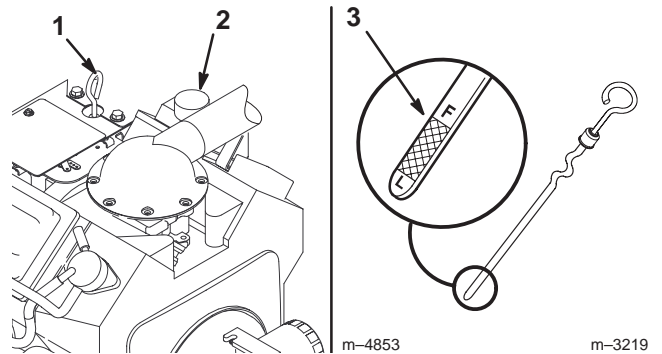

Figure 56
2. Nettoyez la surface autour de la jauge d'huile (Fig. 56) pour éviter que des impuretés s'introduisent dans le goulot de remplissage, ce qui risquerait d'endommager le moteur.
3. Sortez la jauge d'huile et essuyez soigneusement l'extrémité métallique (Fig. 56).
4. Enfoncez la jauge complètement dans le goulot de remplissage (Fig. 56). Sortez de nouveau la jauge et examinez l'extrémité métallique. Si le niveau est bas, versez lentement une quantité d'huile suffisante dans le goulot de remplissage pour amener le niveau au repère du plein (FULL).
5. Versez lentement environ 80% de la quantité d'huile spécifiée à la page 37 dans le goulot de remplissage (Fig. 56). Vérifiez le niveau d'huile (voir Contrôle du niveau d'huile, page 37). Faites l'appoint d'huile pour amener le niveau au repère du plein (FULL) sur la jauge.